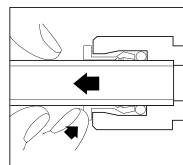

Fig.3
- ▶ Når røret skal afmonteres, skal spændemuffen skubbes ind og røret trækkes ud (fig. 3).